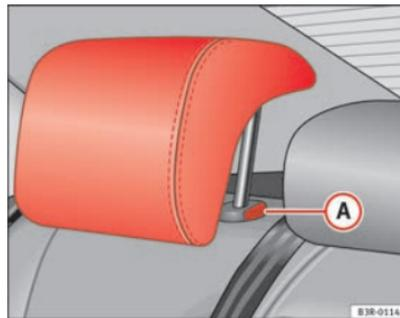

Fig. 113 Plazas laterales del asiento trasero: Apoyacabezas
- Oprima el botón **(A)** ⇒ página 148, fig. 113 y descienda el apoyacabezas.
- Apriete la tecla **(A)** ⇒ página 148, fig. 113 y, al mismo tiempo, extraiga el apoyacabezas.